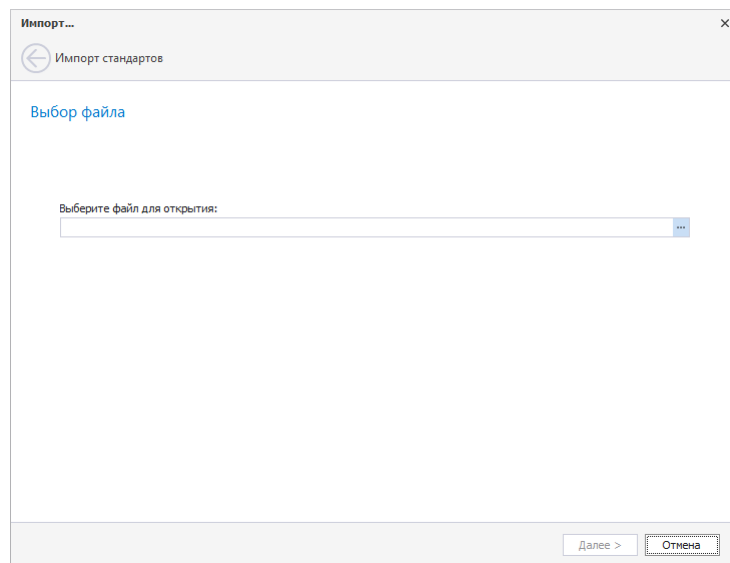

Рис. 17 Переход к выбору файла
3. На следующем этапе выберите файл, нажав ..., Рис. 17.